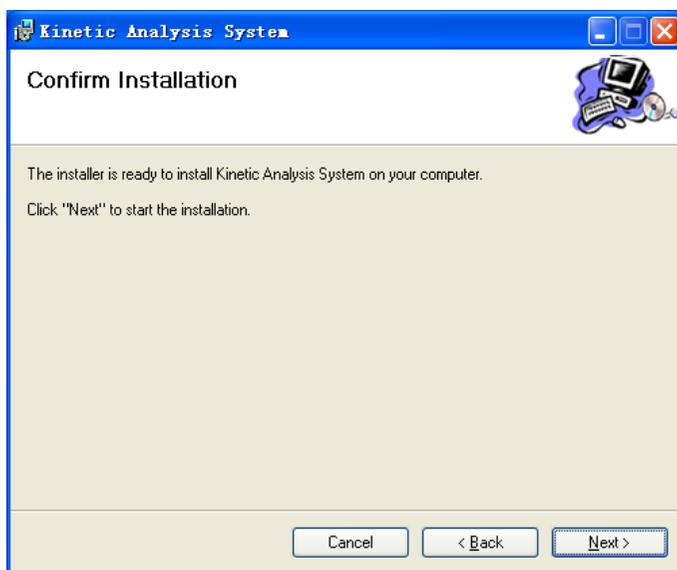
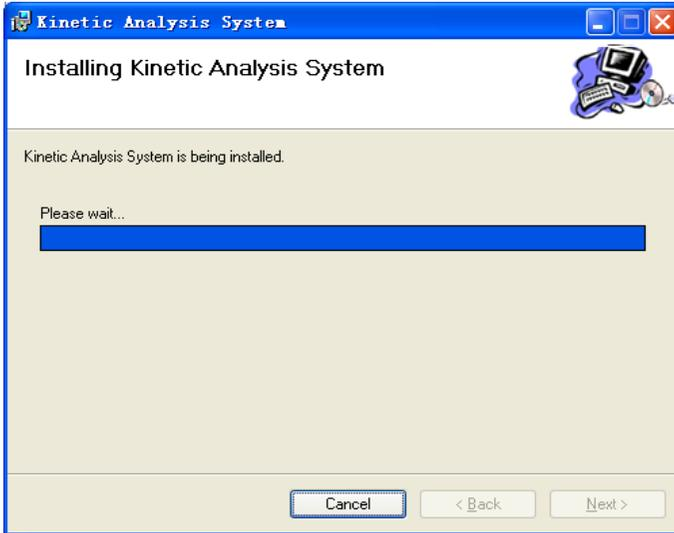

图 3.9 确认安装对话框
图 3.10 软件安装进度
4、点击“Next”系统弹出“确认”对话框（图 3.9），用户确认之间的所有操作正确后点击“Next”开始安装本软件，在安装本软件过程中可能需要几分钟时间，请耐心等待（图 3.10）。